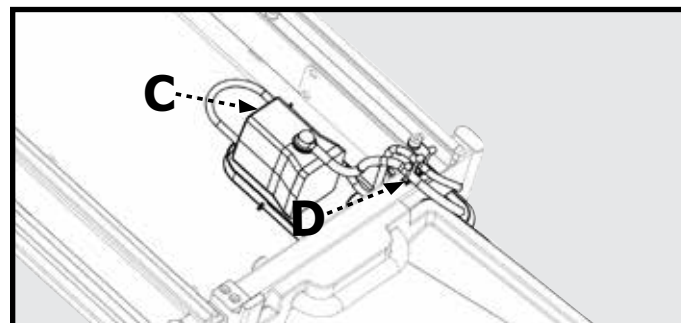

Figure 17
2. Fixez l'extrémité libre du tuyau d'eau dans le raccord de sortie (C, fig. 17) de la pompe submersible (14).
4. Fixez le mou dans le tuyau d'eau et le cordon d'alimentation de la pompe à l'outil en utilisant les attaches fournies (D, fig. 17).